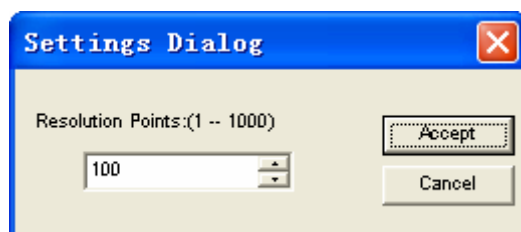

图 A2—9 设置扫描分辨率对话框
(4) Contrlos 区
- Set: 设置扫描的分辨率, 点击该按钮后, 屏幕出现如图 A2—9 所示的对话框。